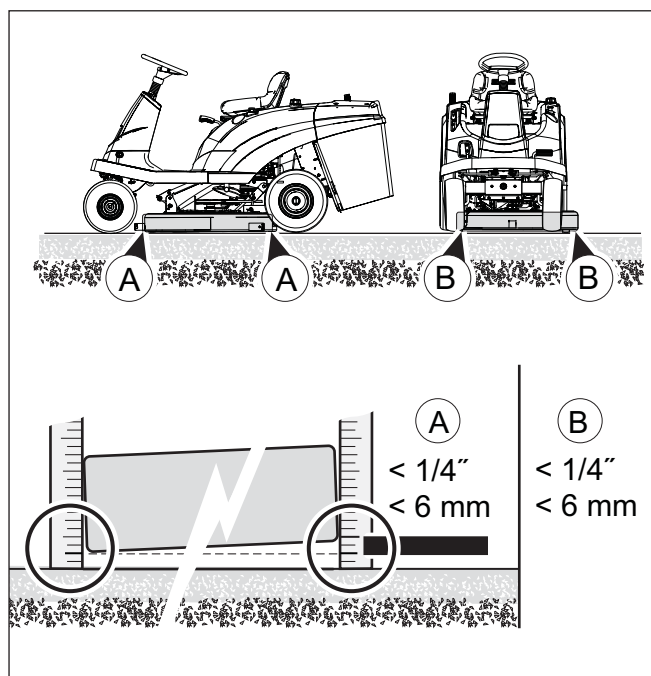

Figura 28
10. Misurare la distanza dalla superficie al fondo del piano di falciatura sulla parte anteriore e su quella posteriore. Le misure dovrebbero risultare uguali entro 6,4 mm (1/4 di pollice) (vedere **A, Figura 28**). Se non lo sono ripetere i punti da 4 a 10.
- a. Le misure dovrebbero risultare uguali entro 6,4 mm (1/4 di pollice) (vedere **B, Figura 28**).